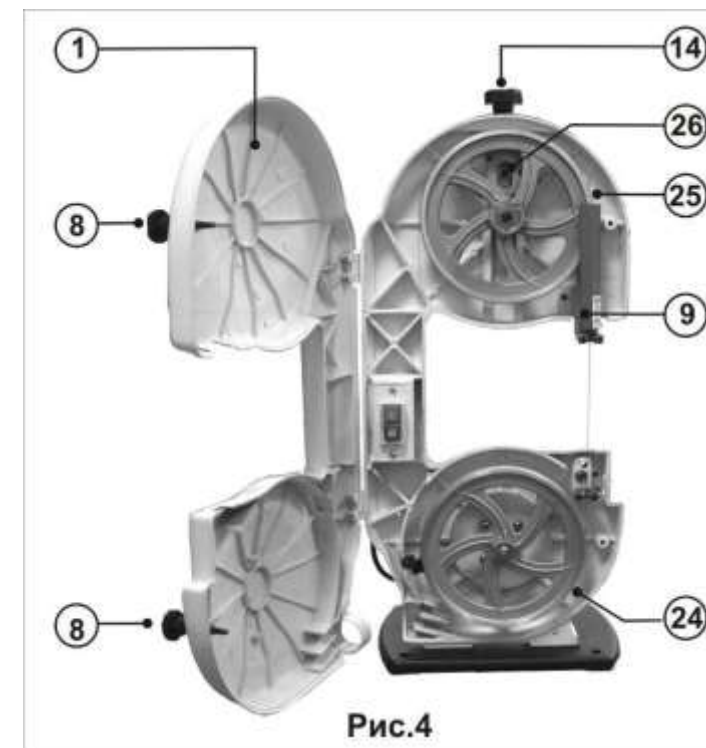

Рис.4
12.2.7. При определенной тенденции «ухода» пыльной ленты (11) в сторону, необходимо обратить внимание на ее заточку и развод. Целесообразно проконтролировать позиции подшипника (27) и ограничителей (28), стабилизирующих траекторию движения пыльной ленты (11) в рабочей зоне, проконтролировать устойчивость посадки ленты (11) на ведущем и направляющем колесах (24, 25) (Рис.4, Рис.5).
8.2. Установка пыльной ленты (Рис. 2, Рис. 3, Рис. 4)
8.3. Привод ленты (Рис. 2, Рис. 3, Рис. 4)
11.1. Пуск и остановка пилы (Рис.2, Рис.3, Рис.4)